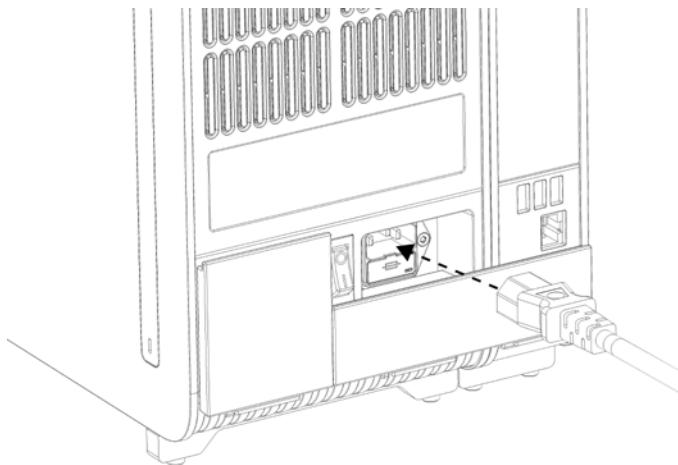

Figura 10. Căsătarea cablului de alimentare.
7. Conectați cablul de alimentare livrat împreună cu QIAstat-Dx Analyzer 1.0 în partea din spate a modulului analitic (Figura 10).